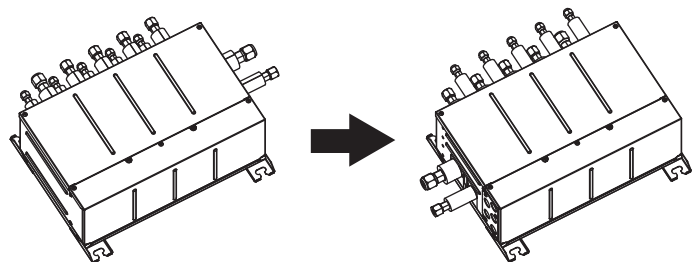

Fig. 4-4
4.1. Il est possible de modifier la direction des tuyaux (Fig. 4-4)